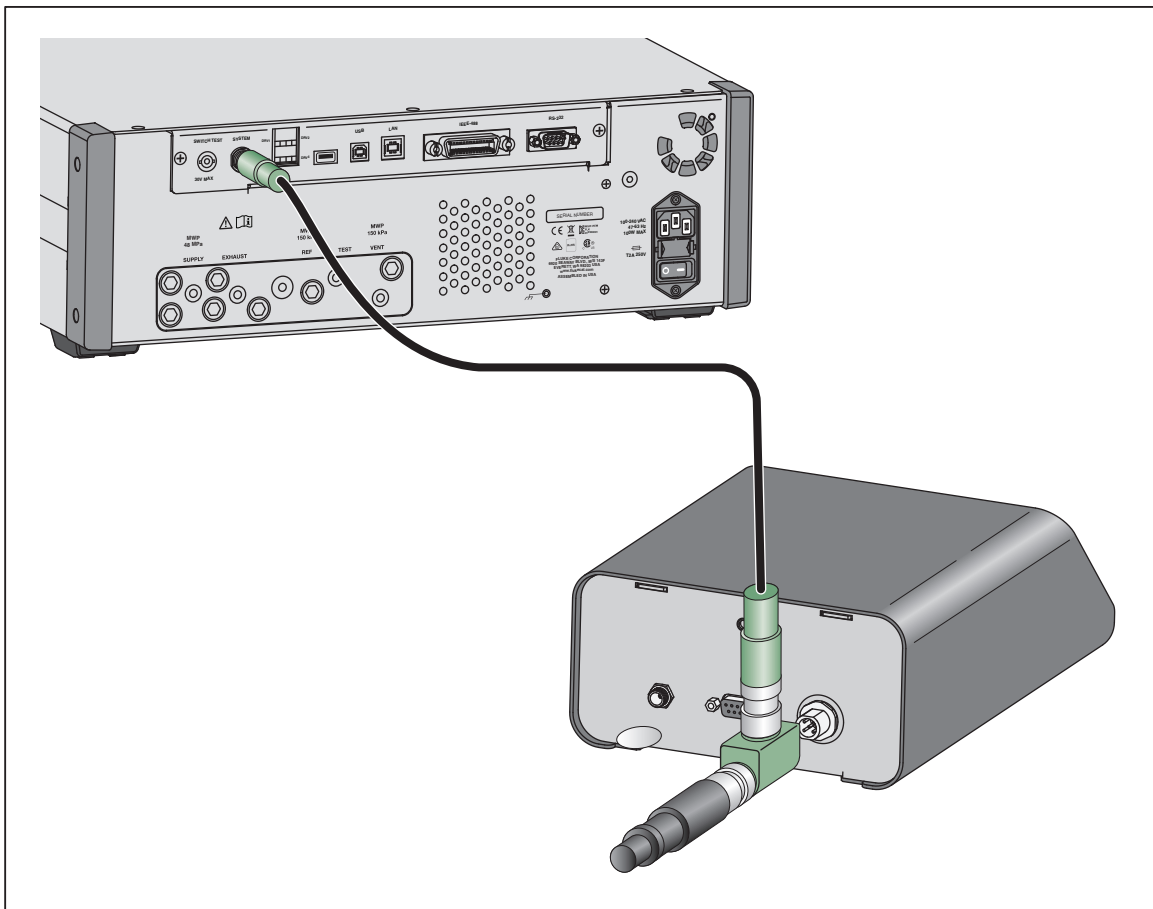

Abbildung 2. Regleranschlüsse
1. Schließen Sie das CAN-Bus-Kabel an die Docking Station und an den CAN-Bus-Stecker auf der Rückseite des Druckreglers an. Siehe Abbildung 2.